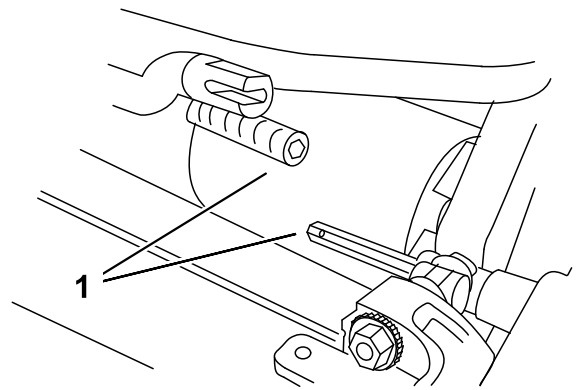

图7
3. 将滚刀组推入主机下方左侧的位置接合变速箱联轴器 图7。